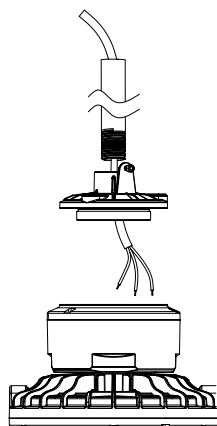
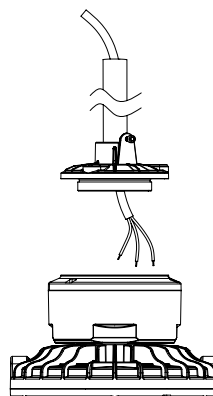

Fig. 8
Fig. 9
3. Run the wire through the steel tube and screw the threaded tube into the fixture (Figure 8, Figure 9).
3. Faites passer le fil dans le tube d'acier et vissez le tube fileté dans le projecteur (Figure 8, Figure 9).